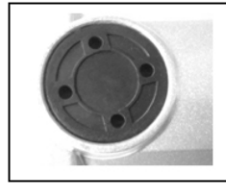

Fig 6
Precaución. Antes de alimentar con aceite, siempre desconecte el enchufe del receptáculo de la fuente de alimentación. Dado que se construye una cámara de aceite en este cincel de martillo eléctrico, se puede usar durante aproximadamente 20 días sin suministrar aceite lubricante, suponiendo que el cincel se usa de forma continua de 3 a 4 horas diarias. Introduzca aceite en el tanque de aceite como se describe a continuación antes de usar el cincel de martillo. (Ver Fig 6) (1) Cuando el cincel se mantiene en posición vertical, mire a través de la ventana del medidor de aceite para ver si hay aceite visible, si no se ve aceite, debe instalarse aceite antes de operar. Si se usa el cincel sin aceite, esto podría dañar seriamente el cincel y perderá cualquier garantía otorgada. (2) Antes de suministrar aceite, use la llave provista para quitar el medidor de aceite (4). Tenga cuidado de no perder el empaque de goma que se encuentra debajo del medidor de aceite. (3) Verifique el nivel de aceite una vez al día, confirmando que el aceite esté lleno. (4) Después de alimentar con aceite, sujete firmemente el medidor de aceite. Nota: El aceite para el cincel de martillo eléctrico se vende por separado, use aceite Shell ROTELLA 40 (aceite de motor) o equivalente, este se vende en la mayoría de las tiendas o estaciones de servicio en cualquier lugar.